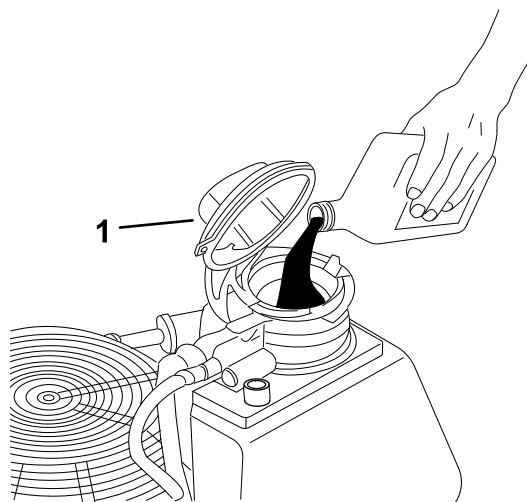

Figura 46
7. Si el nivel de aceite es bajo, abra el tapón de llenado (Figura 46).